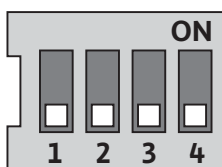

Fig. 33: Interrupteur DIP
L'interrupteur DIP (fig. 14, pos. 6/fig. 33) se trouve sous le capot de l'appareil .